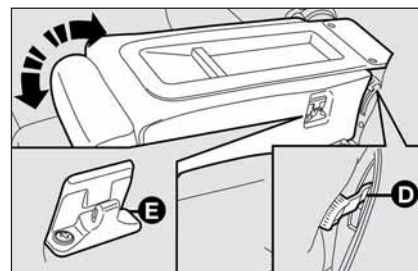

fig. 47
- ☐ agir sur le levier **D-fig. 47** (un par côté)
Pour repositionner le dossier central en position verticale, agir de nouveau sur le levier **D-fig. 47** (un par côté) et le réaligner aux dossiers arrière latéraux jusqu'à percevoir l'accrochement de sécurité du crochet de fixation prévu **E**.